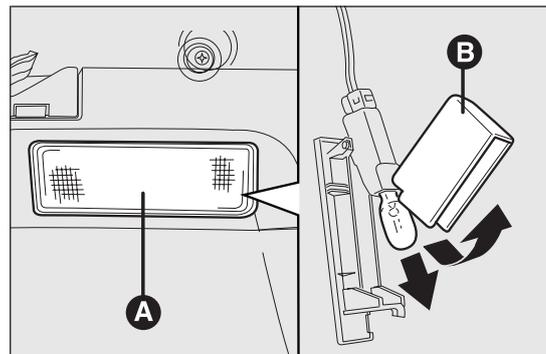

fig. 165
- estrarre la plafoniera A fig. 165 facendo leva nel punto indicato dalla freccia.